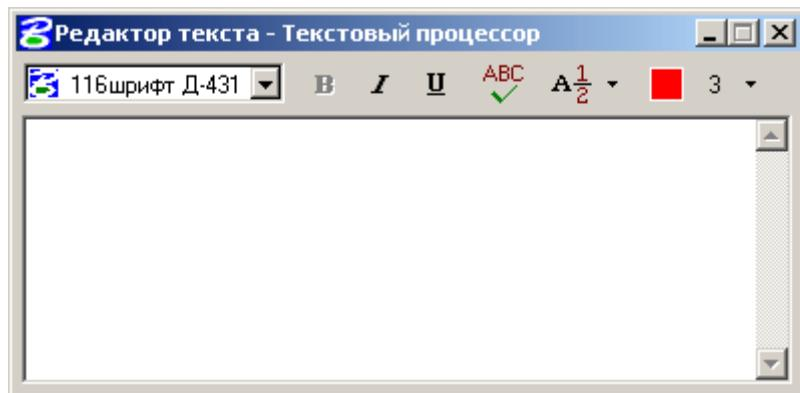
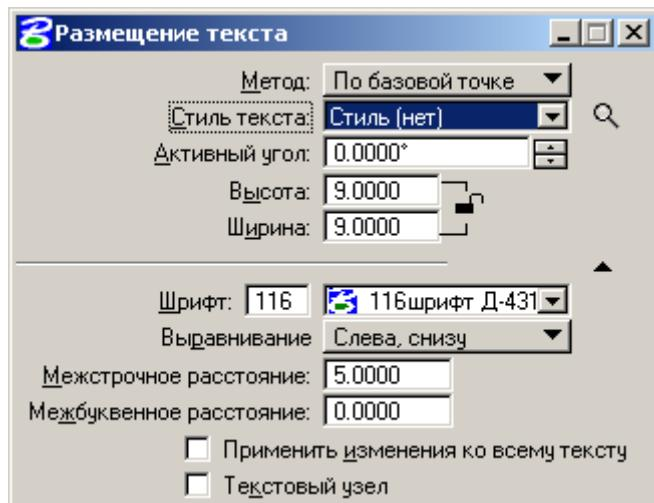
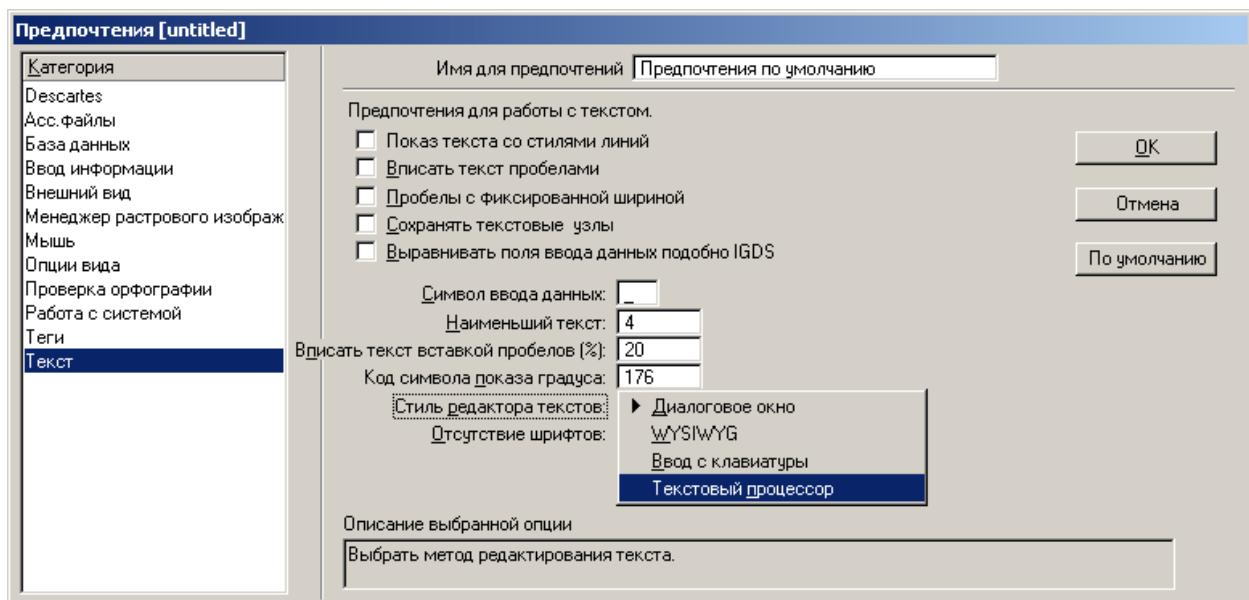

рис. 86
рис. 87
рис. 90
Выбор средств размещения или редактирования текста вызывает появление окна *Редактор текста - Текстовый процессор* (рис. 86), если оно уже не открыто, а так же окно *Размещение текста* (рис. 87). Ввод с клавиатуры (клавиши букв и стрелок) обрабатывается как ввод текста кроме случаев, когда нажата клавиша <Esc>, выбрано другое инструментальное средство или другое диалоговое окно.
Также до ввода и во время ввода текста, его атрибуты можно изменить при помощи окна *Размещение текста* (рис. 87).
По умолчанию при простановке и редактировании текста появляется диалоговое окно редактора текста, который имеет стиль *Текстовый процессор* (рис. 86). В MicroStation имеется возможность выбрать иной стиль текстового редактора. Для этого необходимо выбрать пункт меню *Рабочая среда/Предпочтения*. В диалоге *Предпочтения* (рис. 90) в списке категорий выбрать *Текст* и в поле *Стиль редактора текстов* выбрать необходимый стиль.
- текстовый процессор (рис. 86)
Текстовый процессор (рис. 86) аналогичен существующему в AutoCAD, он позволяет вписывать текст в определенные рамки (перенося слова), выбирать стиль текста, писать в разных регистрах и позволяет вводить спецсимволы, коды которых начинаются с комбинации «%%».